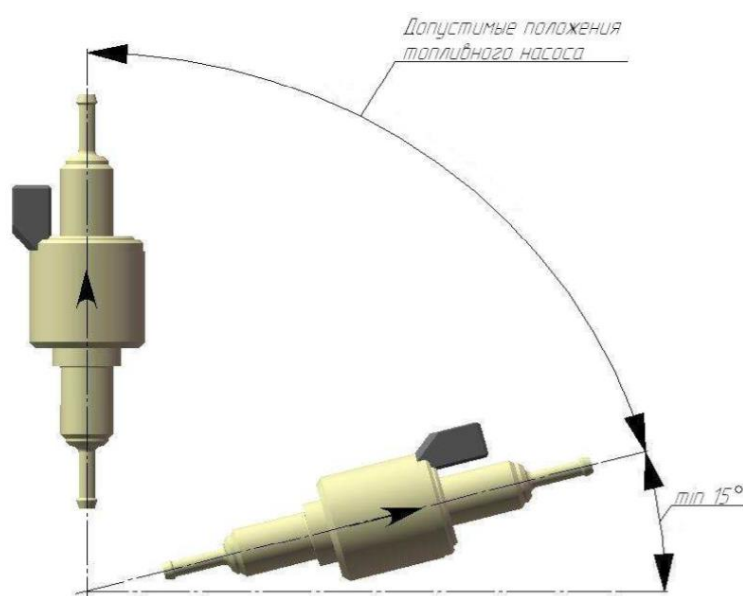

Рис.1 - Допустимые монтажные положения топливного насоса
- ось топливного насоса при монтаже предпочтительней устанавливать ближе к вертикали (см. рис.1);